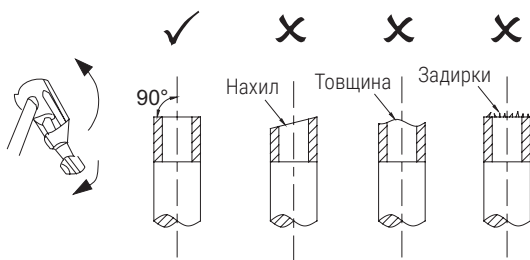

Рис. 5.4
- Відріжте трубу ножом для різання труб (див. рисунок 5.4).